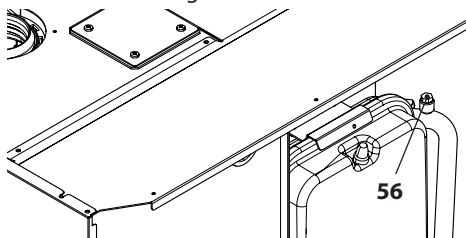

Figura 9.11
- Allentare il raccordo di sfiato del serpentino bollitore 56 in Figura 9.11.